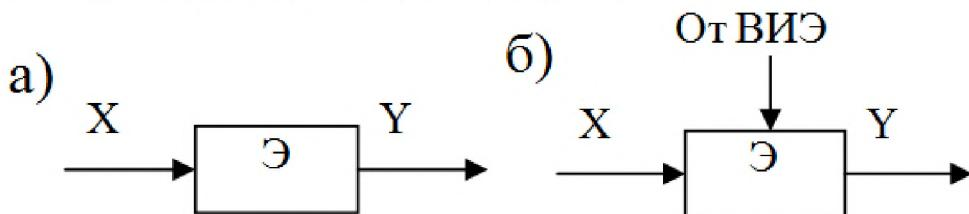

Рис. 1. Условное обозначение элемента автоматики:
**Элемент** — это конструктивно обособленная часть схемы или системы, выполняющая определенную функцию. Элементом может быть резистор, конденсатор, трансформатор, муфта и т. д. В общем виде элемент автоматики (рис. 1) представляет собой преобразователь, на вход которого подается сигнал  $X$ , а на выходе получается сигнал  $Y$ .
В пассивных элементах (рис. 1, а) выходной сигнал  $Y$  получается только за счет входного сигнала  $X$ , и в результате потерь выходной сигнал всегда меньше входного.
В активных элементах имеется вспомогательный источник энергии ВИЭ (рис. 1,б). В этих элементах входная величина только управляет передачей энергии от ВИЭ на выход. В результате выходной сигнал может быть и больше входного сигнала, т.к. происходит увеличение за счет энергии ВИЭ.
Как было отмечено выше, всякий элемент автоматики, телемеханики и вычислительной техники представляет собой преобразователь, на вход которого поступает сигнал  $X$ , а на выходе получается сигнал  $Y$  (см. рис. 1). Связь между значениями  $X$  и  $Y$  определяется некоторой зависимостью: